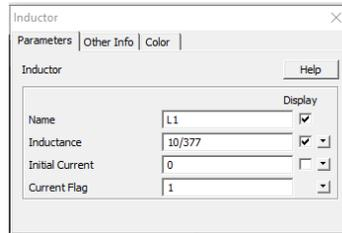

Figura 3: Menu para atribuição de valores aos parâmetros do componente.
- d. Correntes em bipolos podem ser medidas sem a utilização de “**Probe**”, habilitando-se o “flag de corrente” (“**Current Flag**”=1, de acordo com a Figura 3);
- e. O nome do componente é definido inicialmente pelo programa e pode ser livremente alterado pelo usuário (Figura 3). O nome e os valores dos parâmetros podem ou não ser exibidos na tela dependendo da habilitação da variável “display” no menu do componente (Figura 3). Para componentes mais complexos (filtros, transformadores, transistores, etc.) quando o texto do menu é insuficiente para a clara compreensão do significado de cada parâmetro, recomenda-se a utilização do botão help, ou uma consulta ao manual do software (disponível no diretório do PSIM);